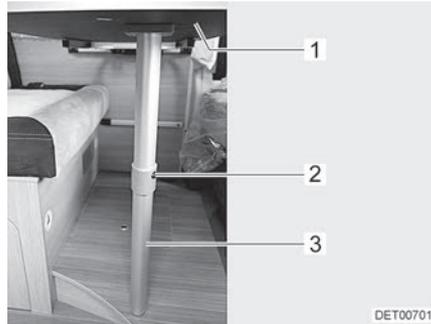

Fig. 49 Base de cama
- Levantar ligeramente por delante el tablero de la mesa (Fig. 49,1).
- Presionar el botón de desbloqueo (Fig. 49,2) y abatir 90° la parte inferior de la pata de apoyo articulada (Fig. 49,3).